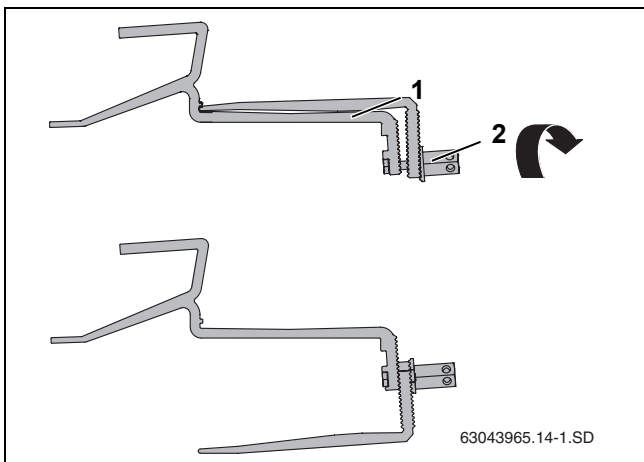

Bild 11 Dachhaken-Unterteil drehen
- ▶ Lange Sechskantmutter (Bild 11, [2]) am Dachhaken lösen und das Unterteil des Dachhakens (Bild 11, [1]) in die richtige Position bringen.